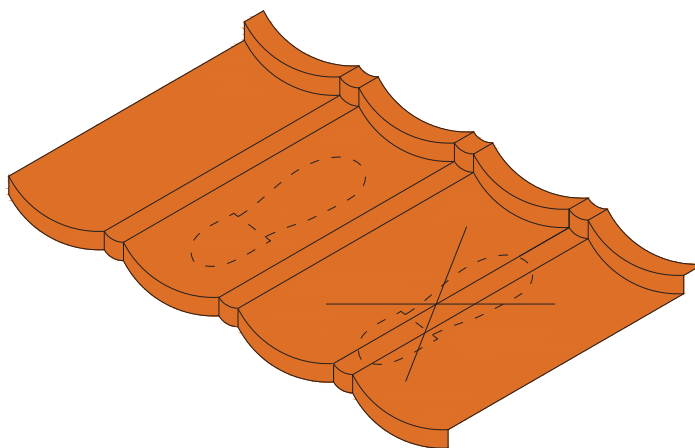

Рис. 28
5.1. Перемещаться по поверхности кровли необходимо, как показано на рис. 28, используя при этом мягкую обрешиненную обувь.